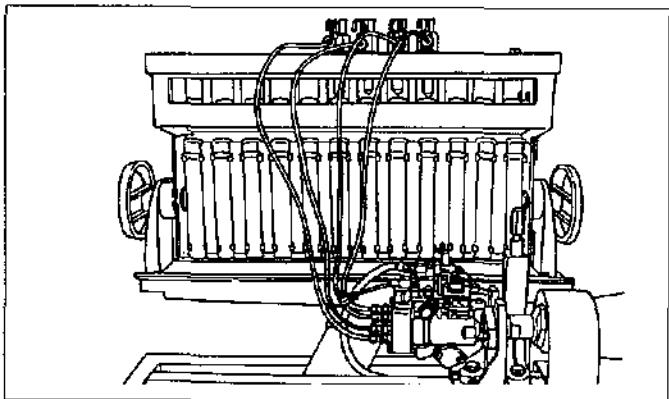

Figura.15-7 Conexión de la línea de alta presión
(7) Conecte las líneas de prueba de alta presión. (Vea la figura.15-7)